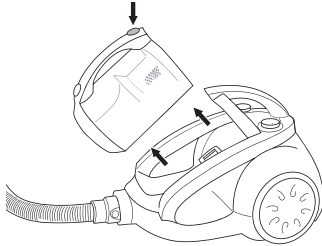

Figura 10 Sacar los desechos del depósito de polvo
3. Retire el depósito para el polvo; para liberarlo pulse el botón (véase la figura 10) y tire de él hacia afuera, y colóquelo encima de una bolsa de basura.